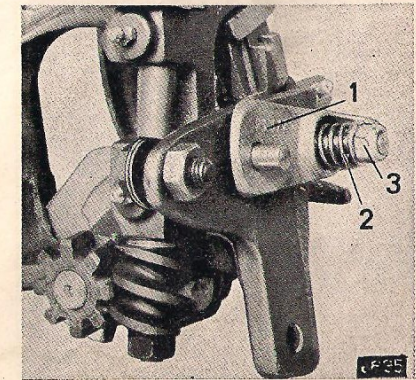

Bild 26
Der Schließer (1) wird durch eine Druckfeder (2) gespannt (**Bild 26**). Die Federkraft kann durch eine Mutter (3) eingestellt werden. Kurz vor der Totlage des Hakens drückt die Gleitbahn des Schließers gegen die Rolle der Knüpfertzunge und schließt das Knüpferrmaul. Ist die Klemmwirkung im Knüpferrmaul zu groß, bleibt der Knoten im Maul hängen und die Schnur reißt. Ist die Klemmwirkung zu gering, bildet sich entweder kein oder nur ein loser Knoten.